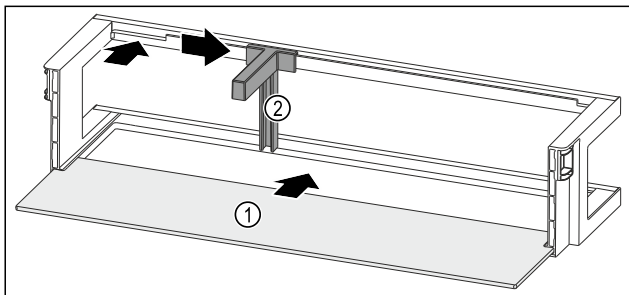

Fig. 101 Dørhylle med oppstillingsplass
- Skyv oppstillingsplassen Fig. 101 (1) inn i fordypningene på sidene.
- Sett inn flaskeholderen Fig. 101 (2) i fordypningen.
- Skyv flaskeholderen Fig. 101 (2) i ønsket posisjon til side.